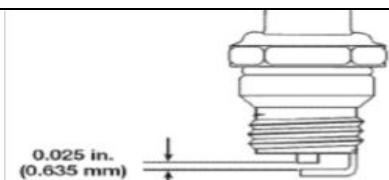

Рис. 31
5. Очистите поверхность в области крышки коромысел. Открутите винт, используемый для крепления крышки коромысла с помощью большой шлицевой отвертки или насадки Torx T-25 (Рис. 31). Снимите крышку коромысел и прокладку.
- Замените свечу зажигания при наличии трещин, дефектов или избыточного загрязнения. Отрегулируйте зазор до достижения значения в **0,025 дюйма (0,635 мм)** с помощью щупа (Рис. 31).